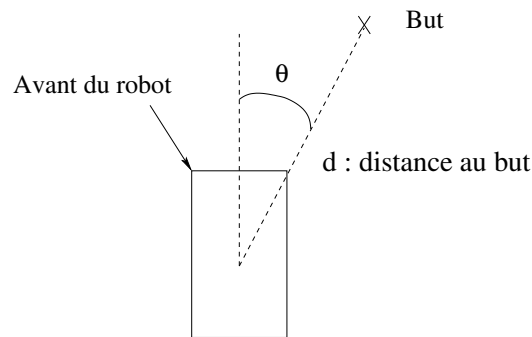

FIG. 3 – Mesure de la distance et de l'orientation au but
- **Orientation du but** : ce capteur fournit l'angle θ entre le but et l'axe du robot (voir figure 3). Cette mesure est comprise entre -180 et 180 degrés.